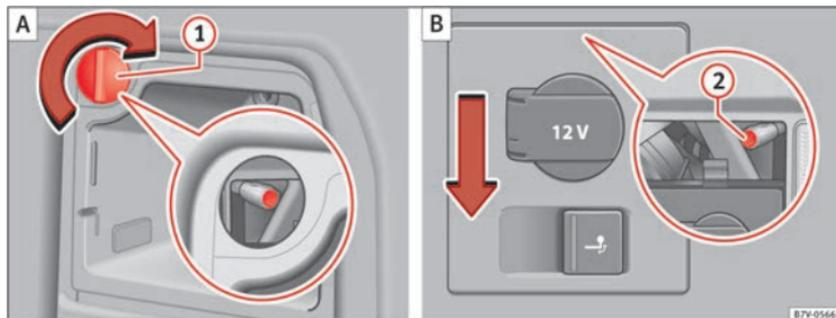

Abb. 214 Seitlich im Gepäckraum: Rückleuchte links und rechts ausbauen. ① Abdeckkappe abziehen, ② Befestigungsschraube.
| 3. | Ablagefach links im Gepäckraum öffnen ⇒ Seite 150. | Halterung der 12-Volt-Steckdose unter leichtem Druck nach unten schieben ⇒ Abb. 214 (B) (Pfeil). |
| 4. | Abdeckkappe ⇒ Abb. 214 (1) um 90° in Pfeilrichtung drehen und abziehen. | |
| 5. | Befestigungsschraube ⇒ Abb. 214 (2) mit dem Schraubendreher aus dem Bordwerkzeug herausdrehen ⇒ Seite 339. Die Schraube bleibt gesichert in ihrer Position. | |
| 17. | Abdeckkappe \Rightarrow Abb. 214 ① einsetzen und um 90° entgegen der Pfeilrichtung drehen. | Halterung der 12-Volt-Steckdose unter leichtem Druck nach oben schieben, bis sie fest geschlossen ist. |